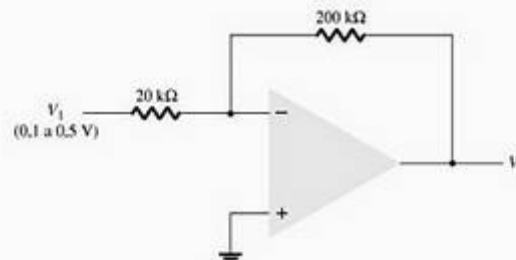

Figura 13.45 Problema 6.
6. Qual é a faixa das tensões de saída no circuito da Figura 13.45 se a entrada puder variar de 0,1 V a 0,5 V?